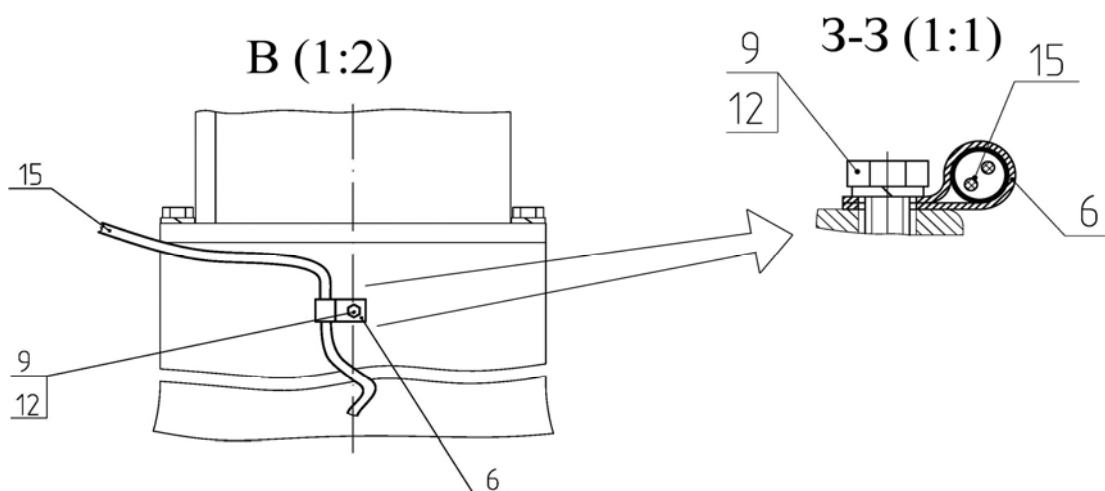

Рис.11.21 Крепление проводов датчика скорости.
- 2) отверните четыре болта (9), (рисунок 11.21), крепления хомутов (6), фиксирующих жгут трансмиссии (11), (рисунок 11.17);